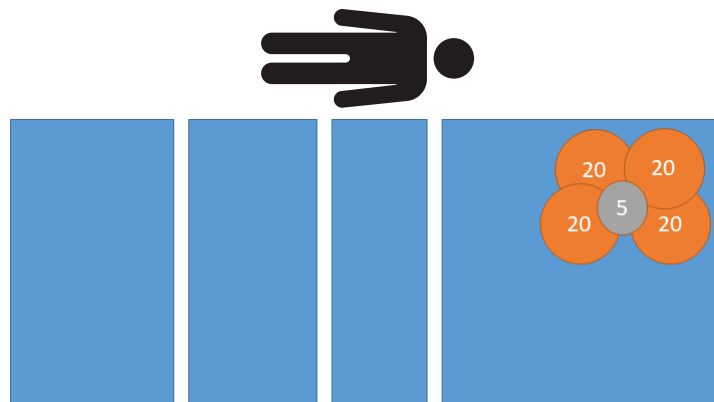

Figure 16 – Test d'excentricité - 85 kg tête droite
4. En utilisant des poids étalonnés, placer 85 kg à la tête, à la droite du produit (Figure 16).